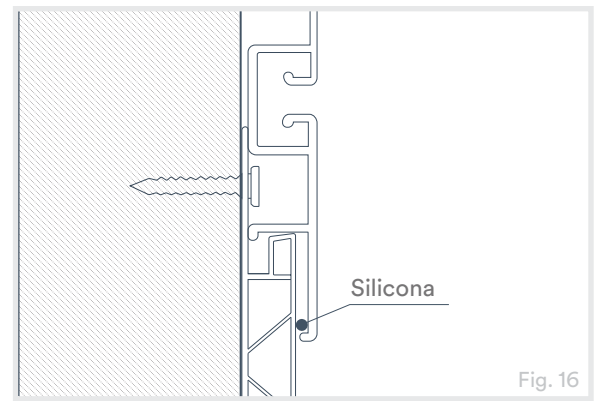

Fig. 16
3. Si la instalación se realiza en un espacio con mucho movimiento de aire, coloque un cordón de silicona dentro del borde inferior del panel SlatWall donde se une con el panel o paneles Wall&CeilingBoard (Fig. 16). Esto garantiza que el panel permanezca fijo en su lugar. Este paso es opcional.